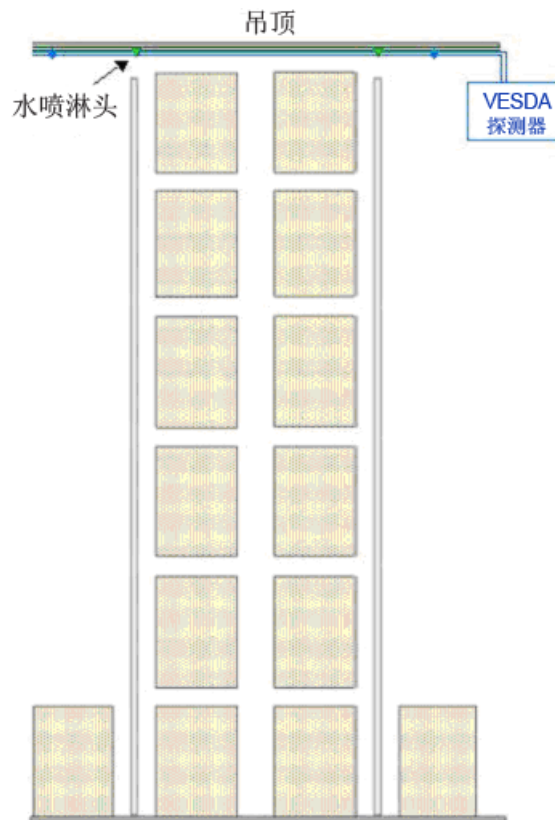

图16 – 在吊顶上布置 VESDA 采样管网和水喷淋头示例
2. 在吊顶上安装 VESDA 采样管网的方法如下图所示：(图 16)